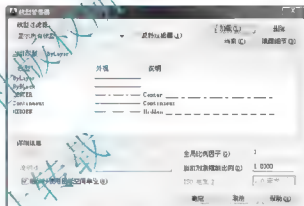

图 4.2 设置线型比例
(2) 选择菜单栏中的【格式】|【线型】命令,打开【线型管理器】对话框,如图 4.2 所示,其中【全局比例因子】和【当前对象缩放比例】均为 1。
- 当注释性比例设为 1:50 时,AutoCAD 将把线型的“全局比例因子”自动放大 50 倍,所以图 4.2 内的【全局比例因子】应是 1。